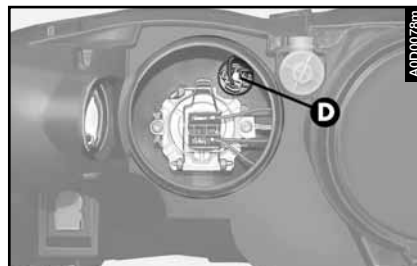

fig. 46
– presionar sobre las dos aletas de sujeción y sacar el grupo portalámparas (**D- fig. 46**).